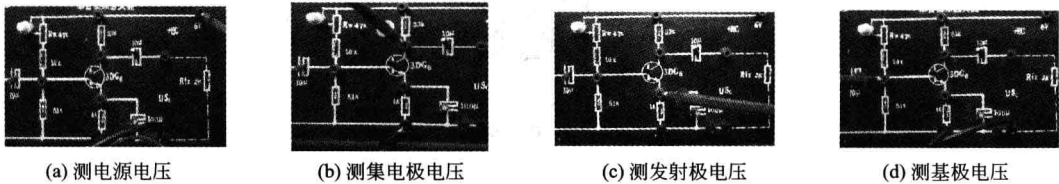

图 1-9 万用表笔测试点
- (3) 检查无误后，开通电源；在教师指导下用专用仪器调整好放大电路的静态工作点待用。
- (4) 用万用表测量放大电路电源电压，测量三极管三个引脚的工作电压，并做好记录。表笔测试点如图 1-9 所示。